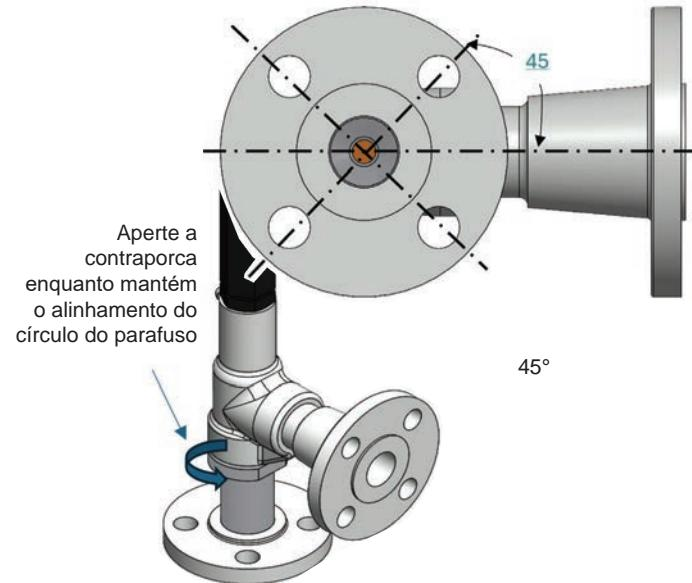

Figura 18 - Relógio do flange da contraporca da solda de soquete
3. Use uma base polida (1) limpa para a pressão de ajuste da válvula (consulte a espessura do assentamento da Tabela 6 na página 29). Coloque um disco polido (2) na base com as superfícies polidas viradas uma para a outra. Coloque o suporte do disco (4) no disco (2) e na base (1). Coloque a guia (5) por cima do suporte (4) do disco na base (1). Lubrifique a superfície do rolamento da haste do suporte do disco com lubrificante de rosas com base não-cobre.
4. Lubrifique a ponta da haste com uma pequena quantidade de lubrificante de rosas à base de não-cobre e insira a haste (9) no alojamento da haste do suporte do disco (4).
5. Aplique uma pequena quantidade de lubrificante de rosas à base de não-cobre na superfície do rolamento do suporte inferior da mola (10) e faça-a deslizar por cima do fuso (9). Instale a mola (11) e o suporte superior da mola (10).
6. Aplique uma pequena quantidade de lubrificante de rosas à base de não-cobre nas rosas da contraporca (1A). Quando forem utilizados um castelo (6) e base (1) de aço inoxidável e/ou um castelo padrão para serviço acima dos 500°F de temperatura, aplique lubrificante de rosas à base de não-cobre às rosas da contraporca. Antes de apertar o castelo (6) completamente, ajuste a posição da guia para que um dos furos esteja alinhado com a descarga da válvula.
7. Enquanto mantém o conjunto do fuso no lugar, abaje o castelo (6) na base (1) e aparelhe a contraporca (1A). Mantenha o relógio do flange de entrada em relação à linha central do castelo, como mostrado na Figura 18 na página 36. Aperte a contraporca (1A) ao castelo (6) usando um torque suficiente da Especificação do Torque na Base (consulte a Tabela 12 na página 41). Se houver vazamento na junta, o torque recomendado pode ser excedido, mas não exceda o torque máximo mostrado.